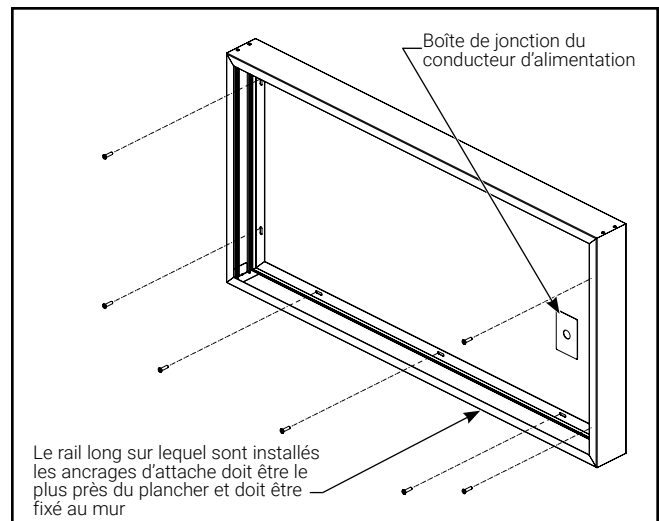

Figure 13.
**Remarque 1 :** Le rail long sur lequel sont installés les ancrages d'attache doit être le plus près du plancher. (Figure 13.)
**Remarque 2 :** Il est recommandé d'installer le boîtier de sorte que la boîte de jonction du conducteur d'alimentation soit située à l'une des extrémités du boîtier. Cela assurera qu'il y a suffisamment d'espace à l'intérieur du boîtier pour l'excédent de conduit métallique flexible. (Figure 13.)
B3. Fixez le boîtier au mur à l'aide de la quincaillerie appropriée (non fournie) afin de fixer à la surface les deux rails courts et le rail long inférieur sur lequel les ancrages d'attache sont installés. Assurez-vous que le boîtier reste droit pendant l'installation. L'espace entre les fentes de montage est de 16 po entraxe. (Figure 13.)